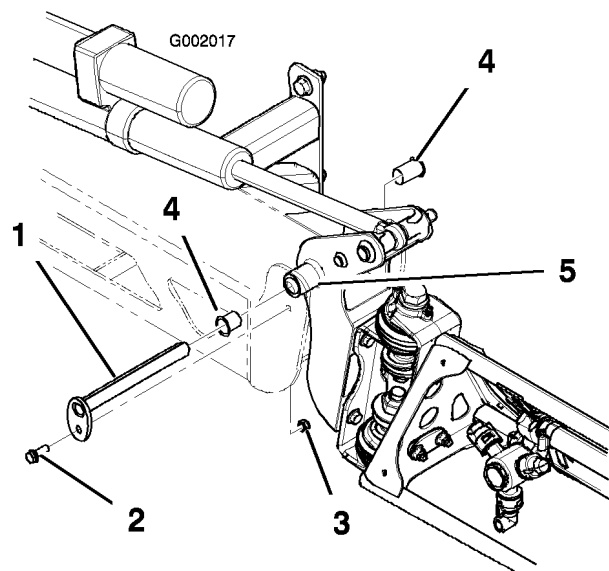

Figura 72
3. Quando il peso del braccio è supportato, togliete il bullone e il dado che fissano il perno di articolazione nel gruppo braccio (Figura 72). Togliete il perno di articolazione.
5. Togliete le boccole di nylon dal lato frontale e posteriore della staffa orientabile e controllatele (Figura 72). Sostituite le boccole avariate.
7. Montate il braccio e la staffa orientabile nel telaio centrale, allineando i fori (Figura 72).